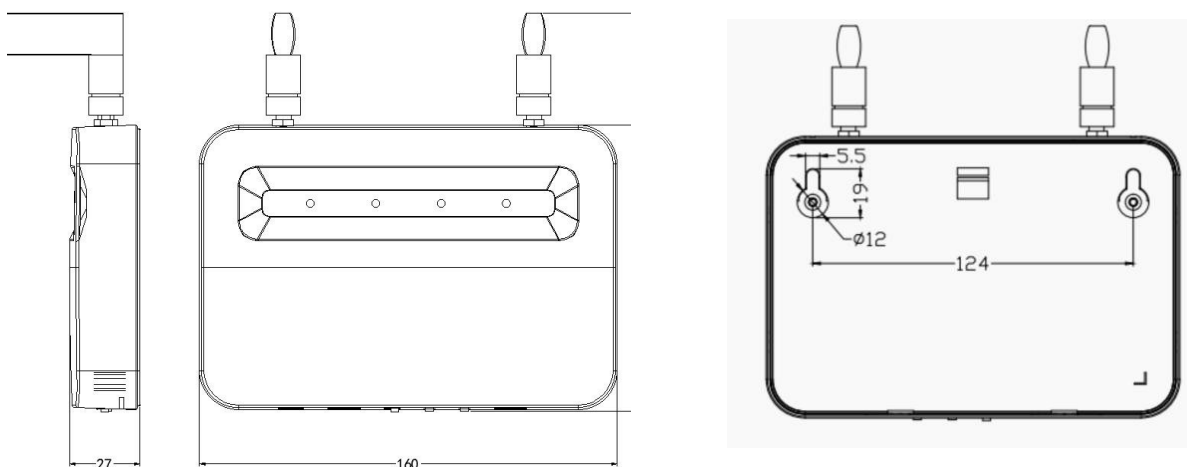

Figura 1 - Aparência, dimensões externas e pontos de fixação (unidade: mm)
- (1) Fixe os parafusos na parede de acordo com o espaçamento dos pontos de montagem apresentado na Figura 1. Em seguida, encaixe o repetidor diretamente nos parafusos.
- (2) Conecte as duas antenas fornecidas às respectivas interfaces do repetidor e certifique-se de que estejam firmemente fixadas.
- (3) Conecte o adaptador de 12 VDC ao repetidor e, depois, o adaptador a uma tomada de 220 VAC. Coloque a chave de alimentação na posição "ON". O indicador "OPERATION" deverá acender após alguns segundos.
- (4) Verifique a intensidade do sinal. Na central, acesse "Other → Operation → Query Signal" (Outros → Operação → Consultar sinal). Informe o endereço do repetidor para consultar a intensidade do sinal do próprio repetidor e dos terminais sem fio conectados. A intensidade do sinal do repetidor e dos terminais deve ser superior a -100, e a relação sinal-ruído (SNR) deve ser superior a 0.